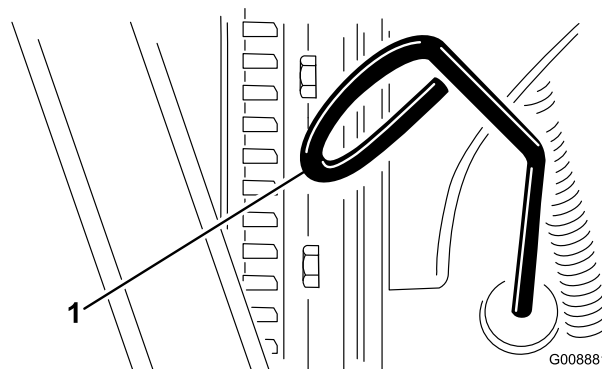

Figura 24
2. Retire la varilla (Figura 24) y límpiela con un paño limpio.